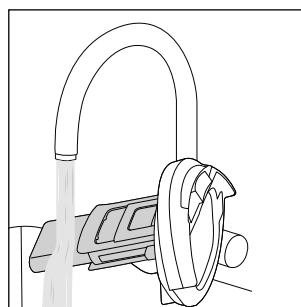

Abb. 25
- ◆ Reinigen Sie den Schmutzfilter **10**, den Schwimmer **8** und den Deckel des Schmutzwasserbehälters **9** unter fließendem, warmen Wasser (siehe Abb. 25). Verwenden Sie bei Bedarf ein mildes Reinigungsmittel.